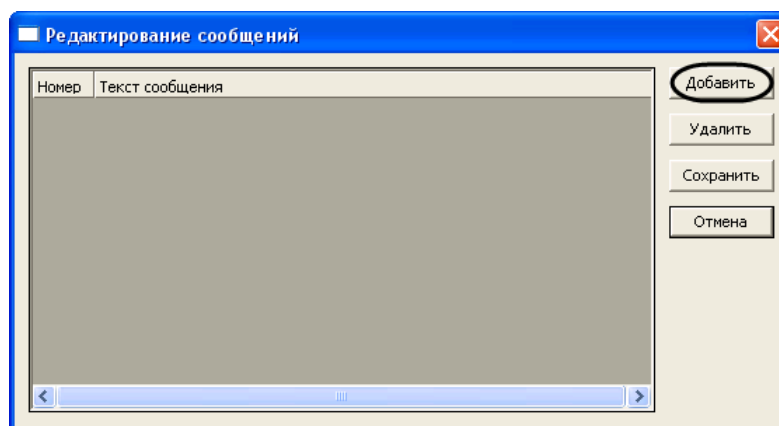

Рис. 3.6-5 Диалоговое окно Редактирование сообщений
3. В результате выполнения операции откроется диалоговое окно **Редактирование сообщений** (Рис. 3.6-5).
4. Для добавления нового сообщения в список сообщений нажать кнопку **Добавить** (см. Рис. 3.6-5)